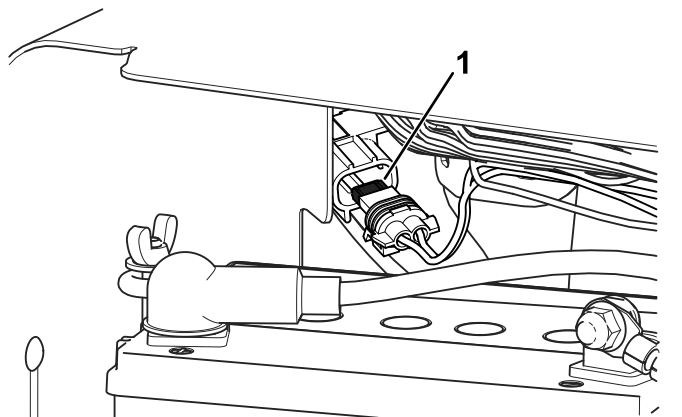

Figure 162
**Remarque:** Le fusible du ventilateur se trouve dans le porte-fusibles en ligne derrière la batterie (Figure 162).